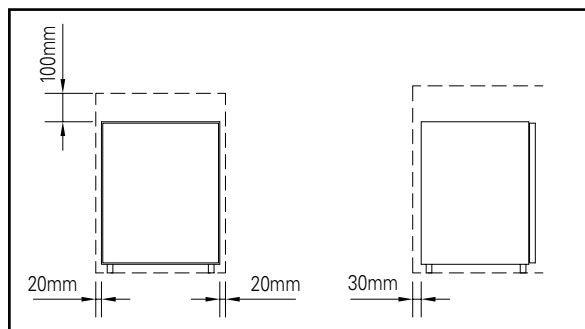

Bild 1
1. Placering av fristående apparat, se bild 1.